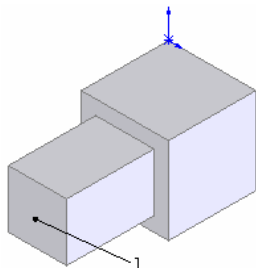

图 5-69 绘制草图
⑥ 拉伸实体。选择菜单栏中的“插入”→“凸台/基体”→“拉伸”命令，将上一步绘制的草图拉伸为“深度”为 60 的实体。
⑦ 设置视图方向。单击“标准视图”工具栏中的“等轴测”图标，将视图以等轴测方向显示。结果如图 5-69 所示。
⑨ 设置属性管理器。在“拔模角度”一栏中输入值 10；在“拔模方向”一栏中，用鼠标选择如图 5-69 所示中的面 1；用鼠标选择如图 5-69 所示中两实体相交的 4 条边线。
① 重复分型线拔模的步骤①~⑦, 绘制如图 5-69 所示的图形。
③ 设置属性管理器。在“拔模类型”一栏的下拉菜单中, 用鼠标“阶梯拔模”选项; 在“拔模角度”一栏中输入值 10; 在“拔模方向”一栏中, 用鼠标选择如图 5-69 所示中的面 1, 并单击“反向”按钮图形, 使拔模方向指向内侧; 用鼠标选择如图 5-69 所示中两实体相交的 4 条边线。